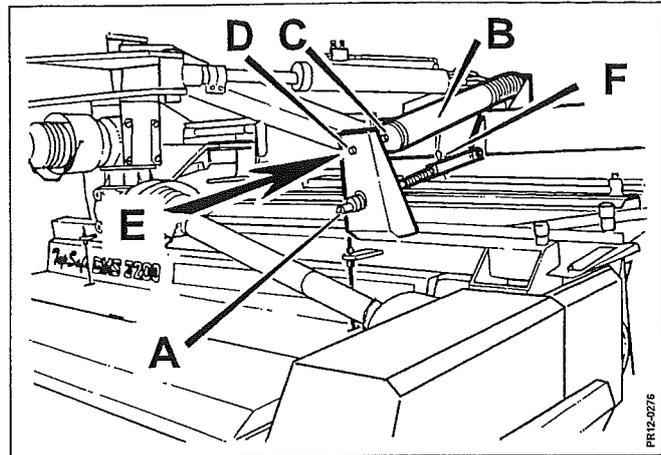

Fig. 3-19
- Fig. 3-19** Finindstilling kan foretages ved justering af skivebjælkens hældning på spindlen ved **A**. **Spindlens længde skal være ens i højre og venstre side!** Dette er vigtigt, for at skærebordet ikke krænger, hvilket giver et utilfredsstillende arbejdsresultat.
- Fig. 3-19** 4) **Top Safe fjedrene B** justeres nu, indtil man kan bevæge skærebordet i retning **E**, med et passende tryk..
- A) Ved at løsne de vandrette top safe fjedre lidt (Fig. 3-19) side 40, og stramme de lodrette højdeaflastningsfjedre lidt (Fig. 3-17).